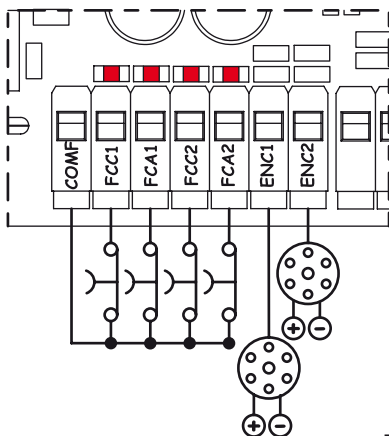

Fig. 4
5.3. MORSETTIERA CN3 (Fig. 4)	pag.4